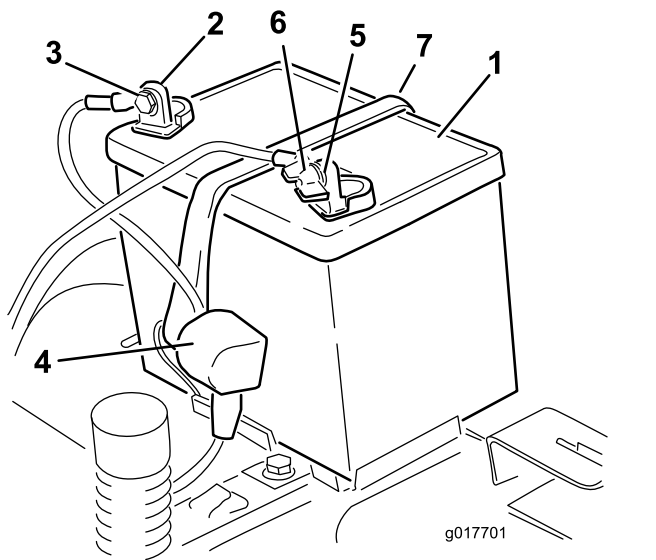

Figura 51
4. Desconecte el cable negativo de tierra (negro) del borne de la batería (Figura 51).
6. Desconecte el cable positivo (rojo) del borne de la batería (Figura 51).
7. Retire la correa de sujeción de la batería (Figura 51) y levante la batería para retirarla de su bandeja.
1. Coloque la batería en la bandeja (Figura 51).
5. Fije la batería con la correa de sujeción (Figura 51).